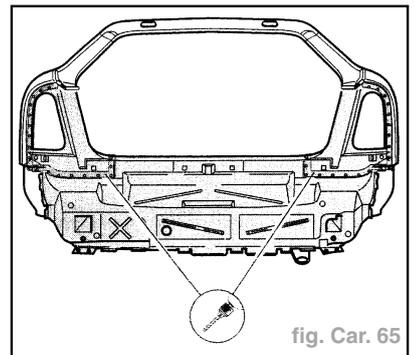

fig. Car. 65
- Défaire la soudure d'origine sur les supports gauche et droit des feux AR (fig. Car. 65).